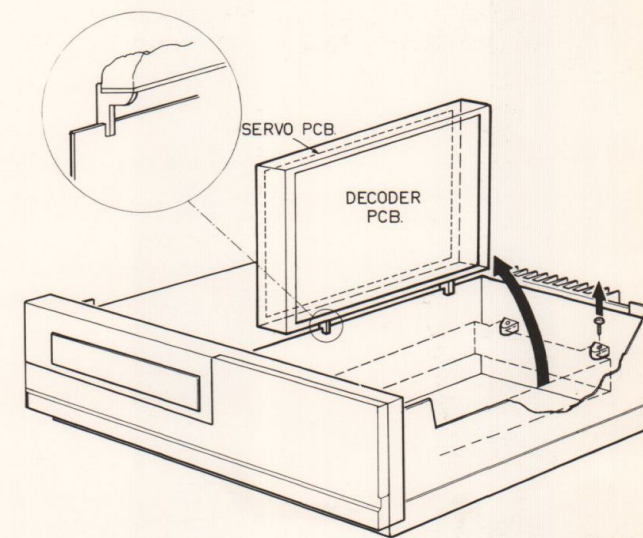

Fig. 4
- Door de printplaathouder in de servicestand te plaatsen (zie Fig. 4) kan zowel aan de dekodeerprint als aan de servoprint worden gemeten.